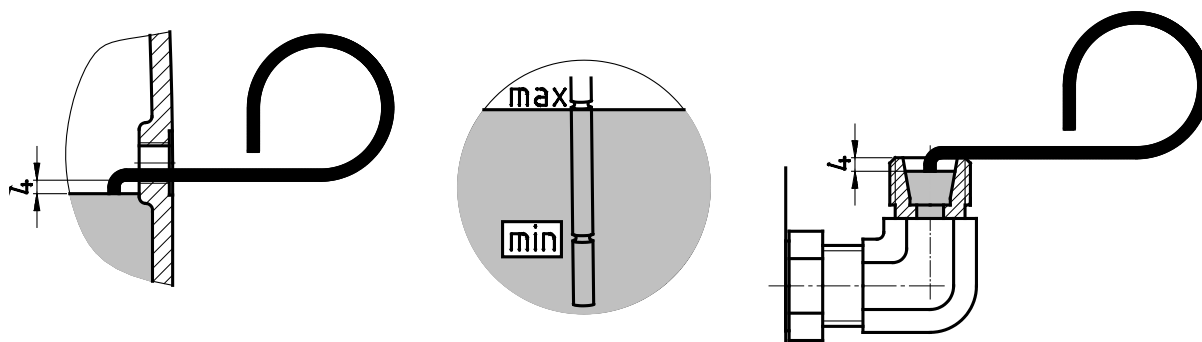

図 21: オイルレベルゲージによるオイルレベルの点検
- 構造形状 M4 (V1 および V5) での標準スパーギヤは、オイルレベルの点検用に、図 21 (右図) に示された曲げパイプを有しています。この曲げパイプは、垂直上向きになっていなければなりません。オイルレベルを点検する前には、エアベントをねじり外してください。
- ギヤユニット内のオイルレベルを、付属のオイルレベルゲージ (部品番号: 283 0050) で図 21 (左図と右図) のように点検してください。このとき、オイルレベルゲージのオイルに浸る部分は垂直に保ってください。
- ・ オイルレベルは、オイルリザーバ内のディップスティック (ねじ山 G1¼) 付き止めネジを使って点検します。ディップスティックを完全にねじ込んだときに、オイルレベルが下マークと上マークの間になければなりません(図 21(中央の図))。このギヤユニットは、7.1 章 "構造およびメンテナンス"章に示されている構造形状でのみ作動させてください。